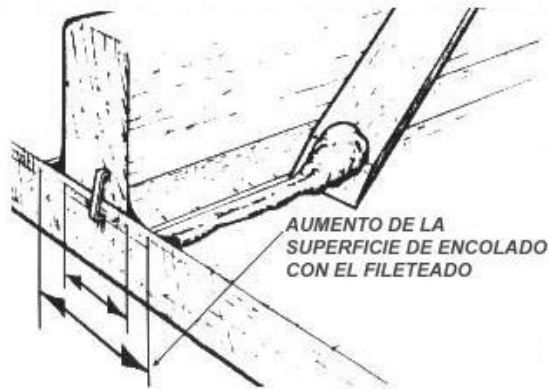

Figura 3-12 Imprima las superficies porosas antes de aplicar la mezcla espesada para enmasillar
2. Imprima las superficies porosas con epoxi no espesado (*Figura 3-12*). Una vez curadas, lave y lije esas superficies de epoxi.